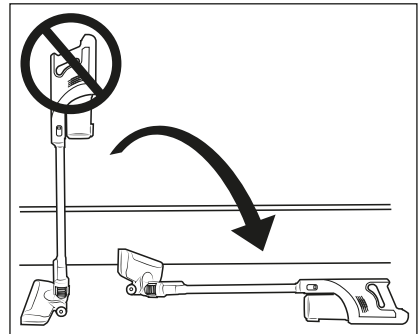

Abb. 9
- ▶ Versuchen Sie nicht den Staubsauger aufrecht hinzustellen, wenn Sie ihn zwischenzeitlich abstellen oder aus der Hand legen wollen. Setzen Sie den Staubsauger dafür in die Wandhalterung **17** oder legen Sie ihn auf den Boden (siehe Abb. 9 und 10). Der Staubsauger kann ansonsten aufgrund seines hohen Schwerpunkts umkippen und beschädigt werden und unter Umständen beim Umkippen weitere Gegenstände beschädigen.